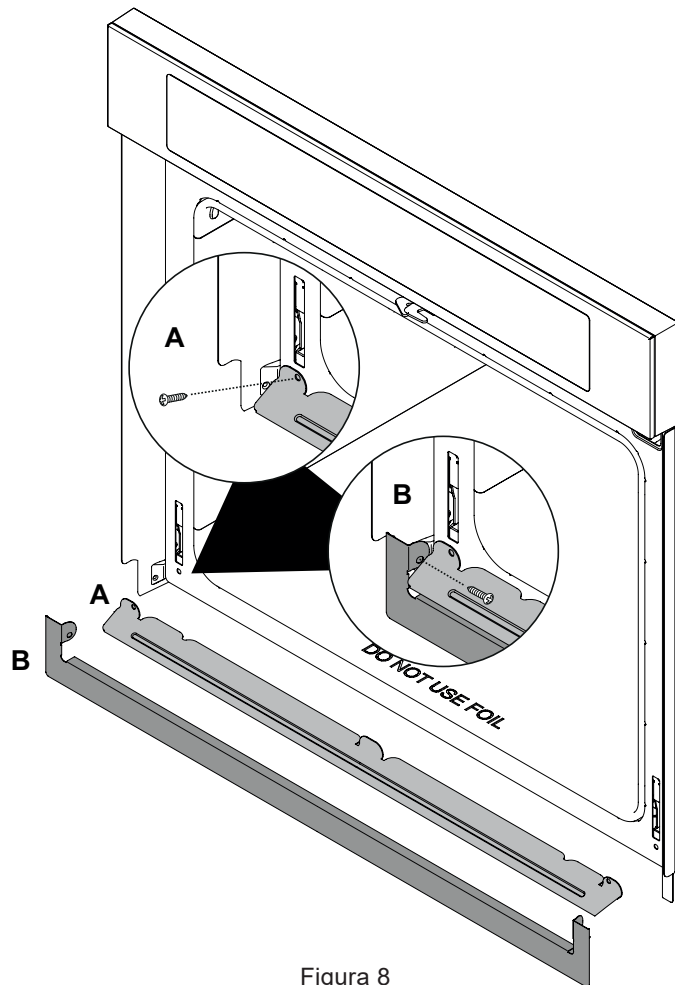

Figura 8
A. Coloque el desviador de aire (A) en su lugar como se muestra en la Figura 8. Alinee las ubicaciones de los tornillos y fije ambos extremos.
B. Coloque el recorte de color combinado (B) en su lugar como se muestra. Alinee las ubicaciones de los tornillos y fije ambos extremos.